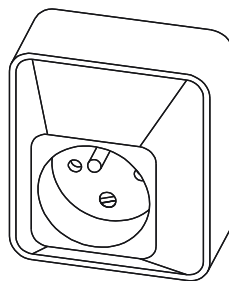

fig. 16.18
- La **prise sur socle** ou **prise en saillie** fixée en apparent sur le mur (fig. 16.18).